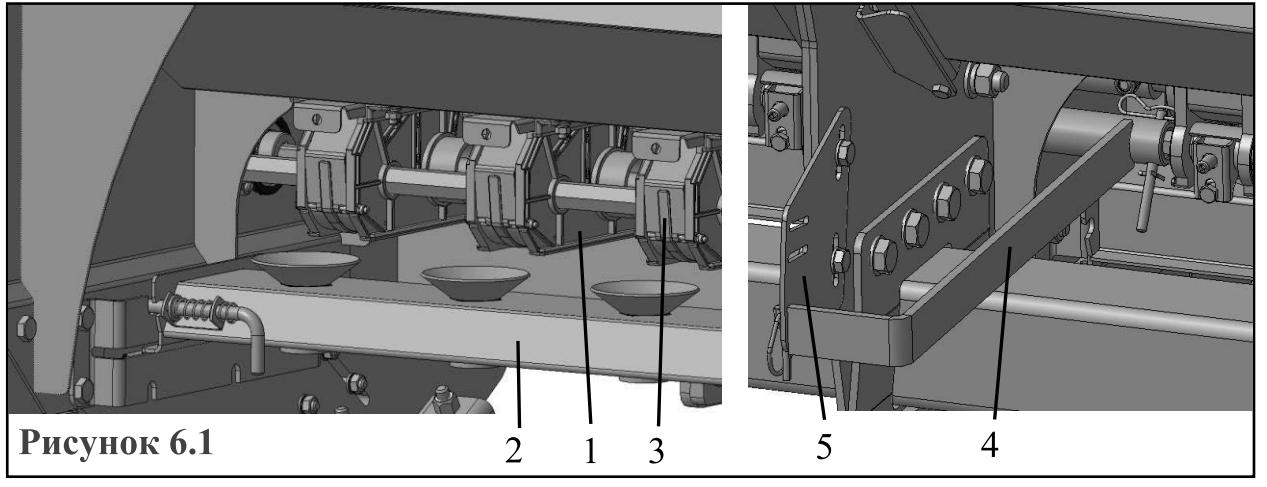

Рисунок 6.1
6.1.16 После окончания работы очистить бункер и высевающие аппараты 1 (рис.6.1) от семян и удобрений в следующем порядке. Сдвинуть лотки с воронками 2 вперёд так, чтобы под высевающими аппаратами было свободное пространство. Снять стенки 3 с высевающих аппаратов. Повернуть ручку 4 вверх до упора. Рукояткой вариатора проворачивать катушки до полной очистки высевающих аппаратов.
6.2.1 Установить зазор "L" между заслонкой и зерновой катушкой, при помощи ручки 4 (рис.6.1). Зафиксировать их в одном из трёх положений на секторе 5 (рис. 6.1).
Сдвинуть лотки с воронками 2 (рис. 6.1) вперёд.